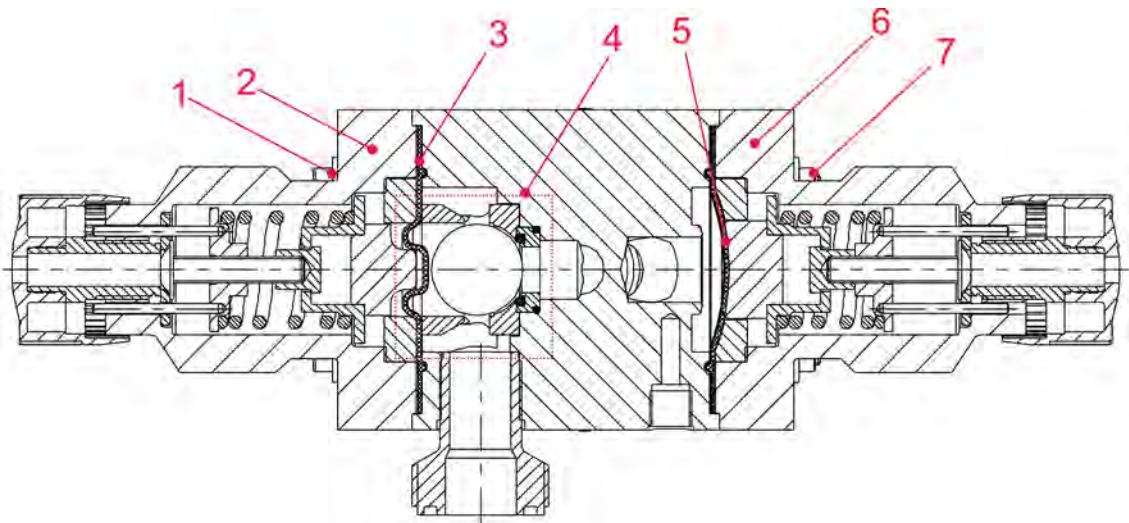

Fig. 11 : Remplacement de la membrane
Resserrer les vis du boîtier de la soupape (Fig. 11 , pos. 1) après 24 heures. **Respecter le couple de serrage de 8 Nm.**